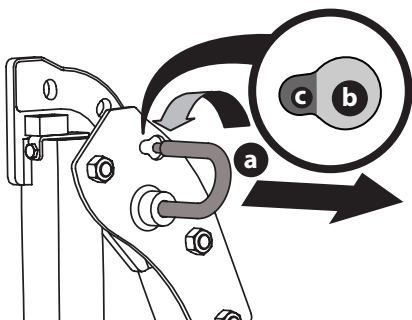

Fig. 4
1. Tire ligeramente hacia arriba del ROPS superior para aliviar cualquier tensión sobre la chaveta de cierre (a) y gire la chaveta de cierre (a) de la posición TRABADA (b) a la posición AJUSTE (c) (Fig. 4). Repita el procedimiento para la chaveta de cierre del lado opuesto.